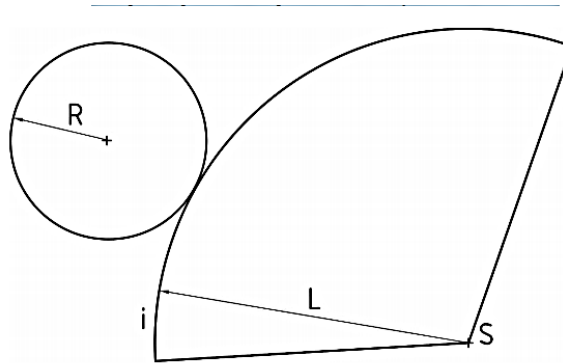

Рисунок 14. Развертка конуса
- угол развертки боковой поверхности конуса определяется по формуле: $\alpha = (360^\circ \times R) / L$, где R – радиус основания конуса, L – длина образующей конуса в любом месте на полученной дуге построить основание пирамиды с окружностью радиуса R (рис. 14).